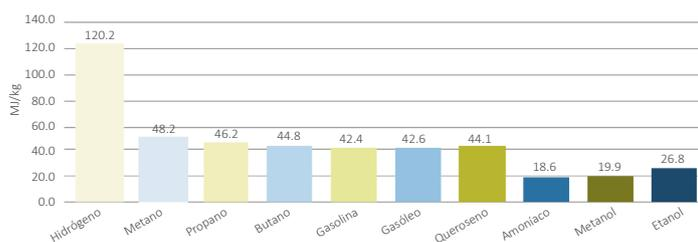

Figura 1. Poder calorífico inferior de varios combustibles
2.8 kg de gasolina o diésel, 6.5 kg de NH₃ (amoníaco), 6.0 kg de Met-OH (metanol) y 4.5 kg de Et-OH (etanol). [Figura 1]